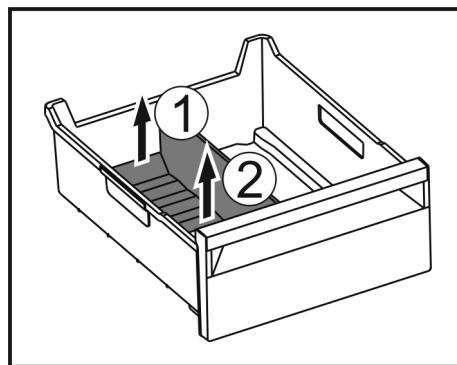

Fig. 213
- Ridicați partea posterioară a separatorului pentru compartimentul de gheață. Fig. 213 (1)
- Scoateți separatorul pentru compartimentul de gheață în sus. Fig. 213 (2)